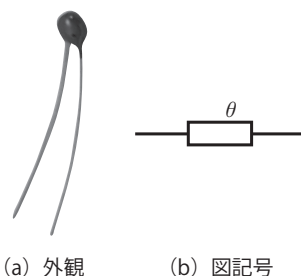

図24 サーミスタ
温度が上昇すると抵抗値が大きく変化する半導体素子をサーミスタ④ (図24)